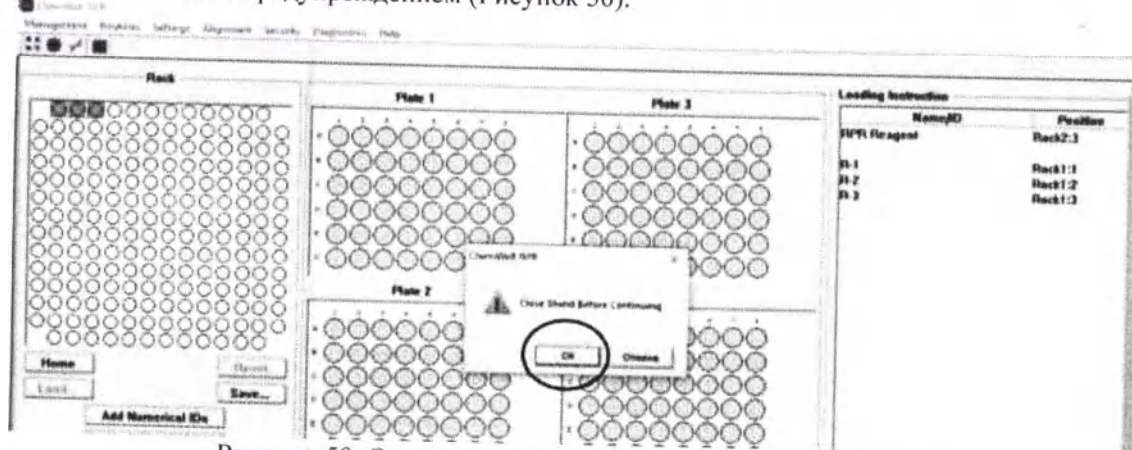

Рисунок 50. Окно с предупреждением о закрытии крышки.
- 9) Если крышка анализатора не закрыта, ее необходимо закрыть и нажать «OK» в появившемся окне с предупреждением (Рисунок 50).